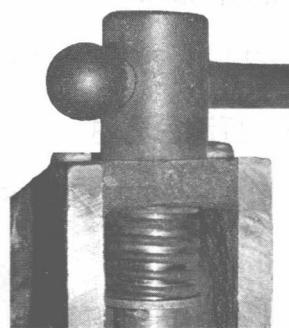

图 1-12 检查挡圈和弹簧
(1) 将台虎钳各部件上的金属碎屑和油污清除,其主要部件有:固定钳身 7、螺母 3、丝杠 11 等。
(2) 检查各部件:① 挡圈 8 和弹簧 9 是否可靠固定,如图 1-12 所示;② 钳口螺钉是否松动;③ 丝杠 11 和螺母 3 磨损情况;④ 螺母 3 的紧固螺钉是否变形或有裂纹;⑤ 铸铁部件是否有裂纹。